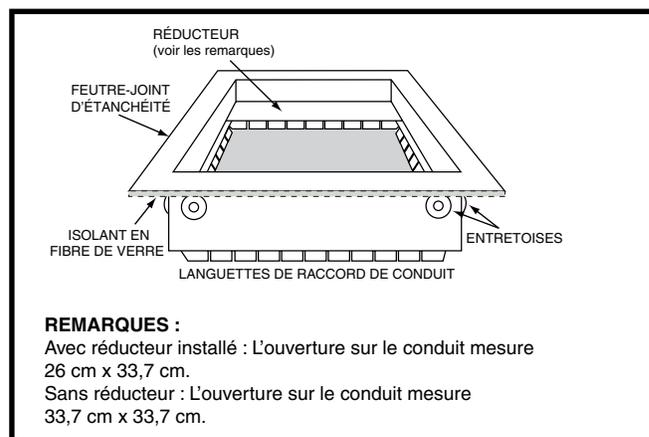

Figure 8. Raccord de conduit
- Cette fournaie est certifiée pour une utilisation sur un plancher ou des supports en bois, mais ne doit pas être installée directement sur du tapis, des carreaux ou tout autre matériau combustible autre qu'un plancher de bois. **REMARQUE :** La fournaie peut être installée sur un plancher combustible avec des raccords de conduits approuvés par le fabricant (Figure 8). Cet accessoire fourni par l'usine doit être installé dans la cavité du plancher et fixé au conduit d'alimentation d'air avant l'installation de la fournaie à flux descendant.